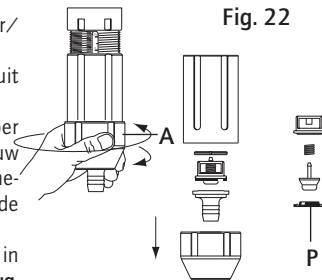

Fig. 22
- Draai de conische moer/ blokkeerring los (Fig. 22-A).
- De verschillende delen met proper water overvloedig spoelen, ze opnieuw monteren in de volgorde van het schema (Fig. 22-P) en controleren of de terugstelveer wel degelijk actief is.